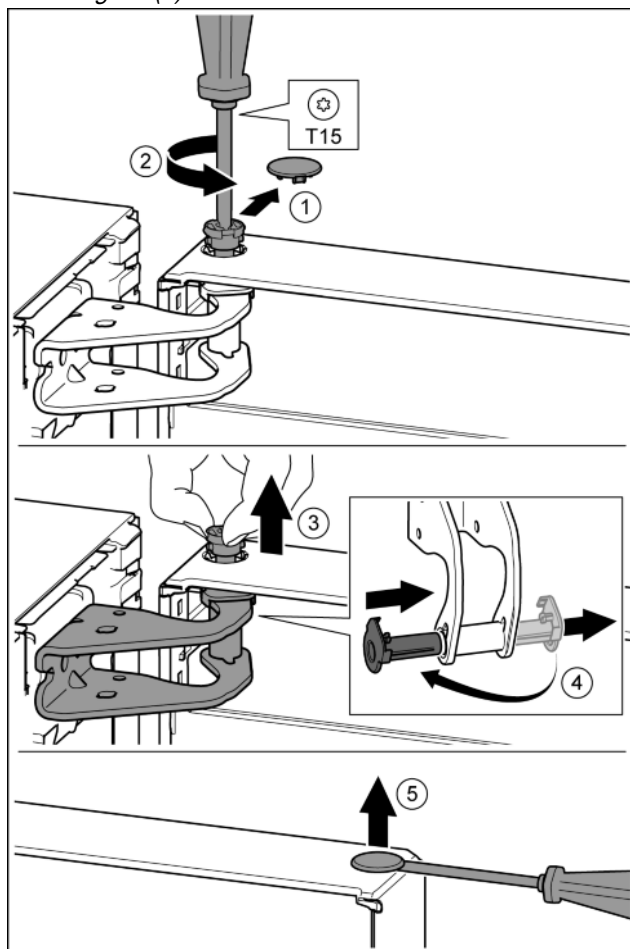

Fig. 11
- ▶ Ostrożnie zdjąć osłonę zabezpieczającą. Fig. 11 (1)
- ▶ Sworzeń wykręcić nieco przy pomocy śrubokręta T15. Fig. 11 (2)
- ▶ Przytrzymać drzwi i wyjąć sworzeń palcami. Fig. 11 (3)
- ▶ Tuleję łożyskową wyjąć z prowadnicy. Założyć z drugiej strony i zażebić. Fig. 11 (4)
- ▶ Zatyczkę ostrożnie podważyć przy pomocy śrubokręta i wyjąć z tulei łożyskowej drzwi. Fig. 11 (5)